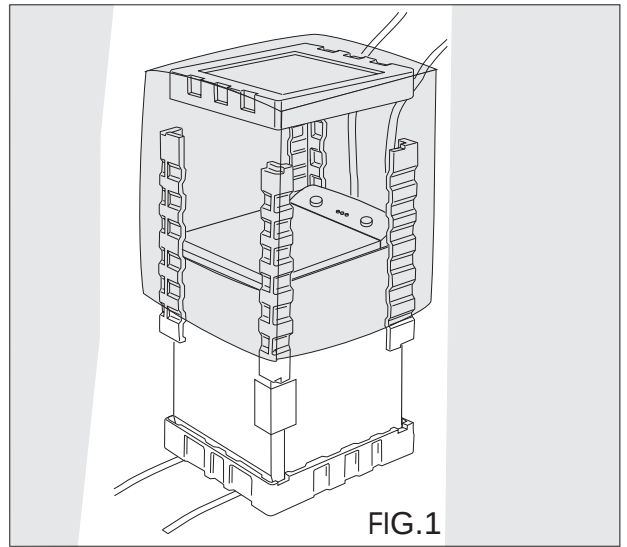
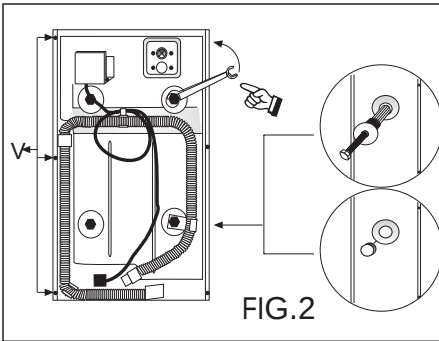

FIG.1
FIG.2
- 1) Formuler le programme voulu avec les bouton Thermostat réglables (T)(Fig.2) (où elles sont prévues) et Programme (P)(Fig.1).
Attention : Ne pas tourner le bouton programmes (P) dans le sens contraire à celui des aiguilles d'une montre (Fig.2).
- 2) Pour mettre en fonction la machine, tirer le bouton programmeur (P) (Fig.1); le voyant lumineux s'allumera.
Si vous dépassez accidentellement la position voulue, interrompre le programme en appuyant sur le bouton programmeur (P) (Fig.2).
appuyer sur le bouton programmes (P) (Fig.2).
- 3) A la fin du programme de lavage, la machine s'arrête automatiquement sur une des références d'arrêt STOP du programmeur (P).
- Appuyer sur le bouton du programmeur (Fig.2).